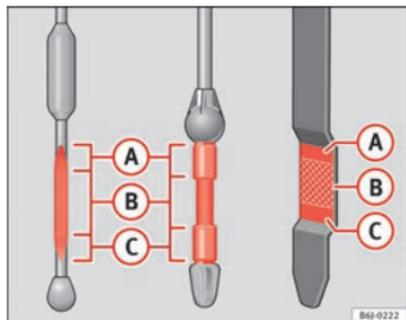

Fig. 126 Varilla de medición del nivel de aceite
- A continuación, vuelva a extraerla y compruebe el nivel de aceite ⇒ fig. 126. En caso necesario, reponga aceite del motor.